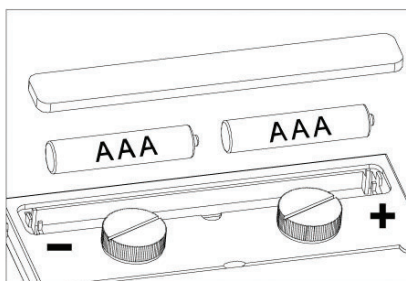

Рис. 9
7.11 Замена батареи (рис. 9). Помимо солнечной батареи для питания светофильтра АСФ применяются щелочные батареи AAA (2 шт.) в качестве резервного источника питания. Батареи могут работать ≈ 5000 часов.